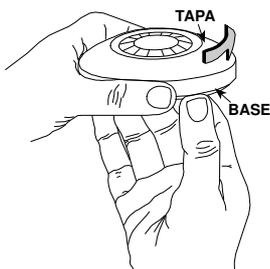

Figura 3 - Quitar la tapa
C. Sostenga la base de la unidad como se muestra en Figura 3. Gire la tapa hacia la izquierda hasta que se detenga. Separe la tapa de la base.